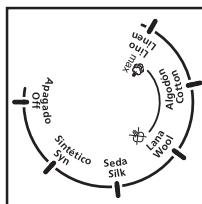

Figura 1
2. Coloque o seletor de tipo de tecido de acordo com o tipo de tecido que deseja passar (Figura 1).
2. Coloque a alavanca de controle do vapor na posição desejada. Coloque o botão seletor de tipo de tecido na posição desejada (consulte a Figura 1).